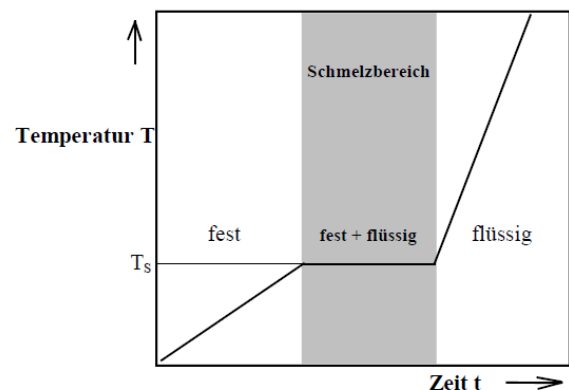

Abb. 1: Temperatur-Zeit-Diagramm des Schmelzens bei konstanter Heizleistung
In einem Temperatur-Zeit-Diagramm (Abb.1) lässt sich das Schmelzen deutlich zeigen. Dazu wird der Probe eine konstante Heizleistung zugeführt, so dass die Temperatur zunächst mit der Energiezufuhr steigt. Die Steigung der Temperatur-Zeitkurve ist ein Maß für die spezifische Wärmekapazität des Festkörpers bzw. der Flüssigkeit, das horizontale Intervall ist ein Maß für die Schmelzenthalpie. Das Integral über der Zeit stellt die eingebrachte Wärmemenge dar.
- Betrachten Sie das Erwärmen der festen Phase bei Ihrer Heizkurve $T(t)$. Ermitteln Sie hierfür zunächst die Zeitpunkte t_1 und t_2 . Da die Heizkurve keine Knicke wie in Abb. 1 aufweist, erschwert dies die Ermittlung der Zeitpunkte. Die Unsicherheiten Δt_1 und Δt_2 lassen sich aus den Krümmungsradien dieser Rundungen abschätzen. Wenn die Krümmungsradien unterschiedlich sind, so können auch Δt_1 und Δt_2 verschieden sein.